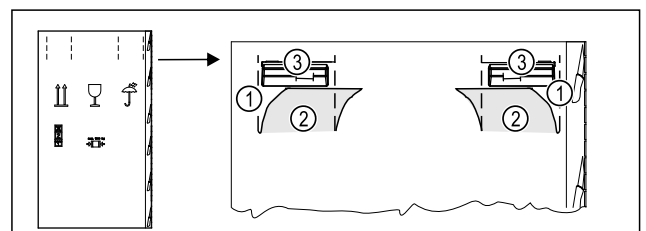

Fig. 3
- ▶ Druk het verpakingskarton aan de bovenkant van de perforatie Fig. 3 (1) in.
- ▶ Trek de ingedrukte lipjes Fig. 3 (2) naar buiten.
- ▶ De draagbeugel Fig. 3 (3) is rechts en links zichtbaar.
- ▶ Houd het apparaat vast aan de draaggrepen *Fig. 3 (3)*.